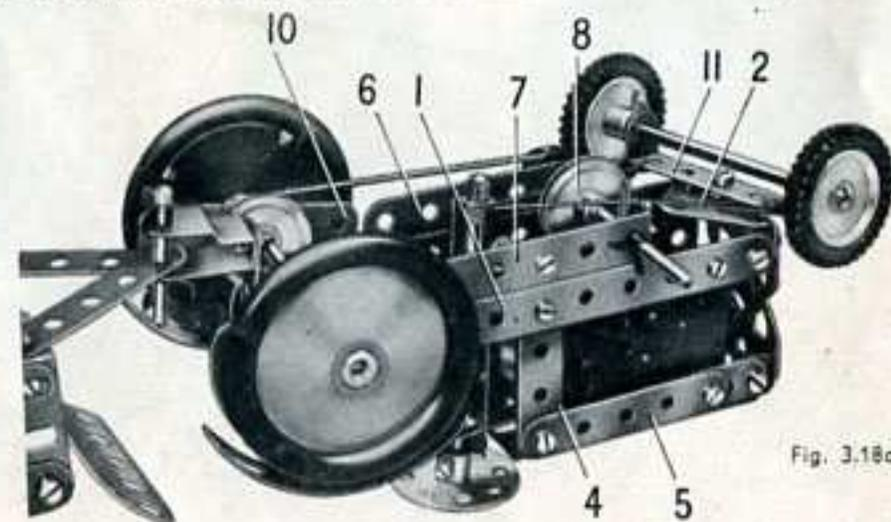

Fig. 3.18a
Chaque côté du châssis du tracteur est constitué par une bande de 11 trous (1). Ces bandes sont réunies à l'avant par une embase triangulée coudée (2) vissée sur des équerres, et à l'arrière par une bande de 5 trous (3), également fixée sur des équerres. Deux embases triangulées plates, boulonnées ensemble, sont fixées sur le rebord de l'embase triangulée coudée (2). Une bande de 5 trous (4) est fixée sur chacune des bandes (1). Les extrémités supérieures des bandes (4) sont réunies à des bandes de 5 trous (5) prolongées par des supports plats. Les bandes (5) sont reliées au radiateur par des équerres. Un moteur *Magic* est boulonné directement sur l'une des bandes (fig. 3.18a).